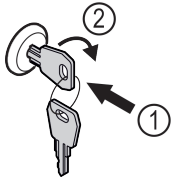

Fig. 114
- ▶ Paina avain lukkoon Fig. 114 (1).
- ▶ Kierrä avainta 90° myötäpäivään Fig. 114 (2).